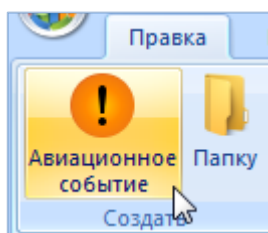

Рис. 13-397. Панель «Создать»
- 4) Нажать кнопку «Авиационное событие» панели «Создать» (рис. 13-397).